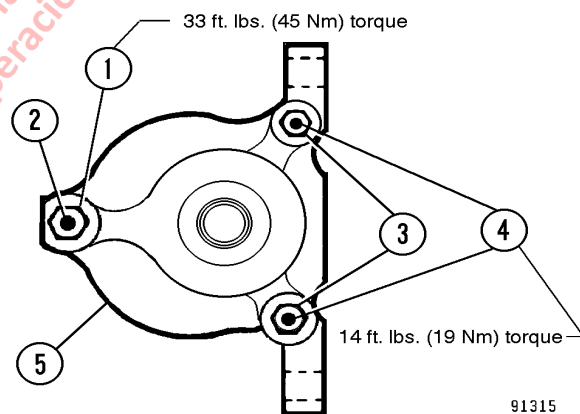

FIGURA 8-16. TORQUE DE LA TUERCA DEL PERNO DE ACOPLE PRINCIPAL
5. Instale los pernos de acople principal. Instale y apriete las tuercas del perno de acople a los torques que se muestran en la Figura 8-16.